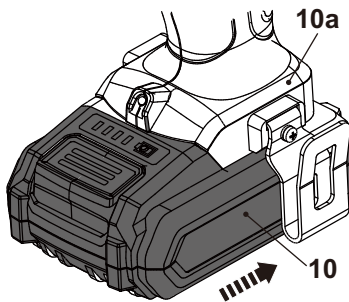

Fig. 4
- > Verrouillez l'interrupteur marche/arrêt (7) pour éviter tout démarrage accidentel en déplaçant l'inverseur de sens de rotation (6) en position centrale (voir la section ci-dessous « Fonctionnalités du produit - Inverseur de sens de rotation »).
- > Alignez le bloc-batterie (10) avec les fentes de coulissement du port de connexion de la batterie (10a) et faites glisser le bloc-batterie à l'intérieur pour le fixer. Assurez-vous qu'il s'enclenche correctement (Fig. 4).